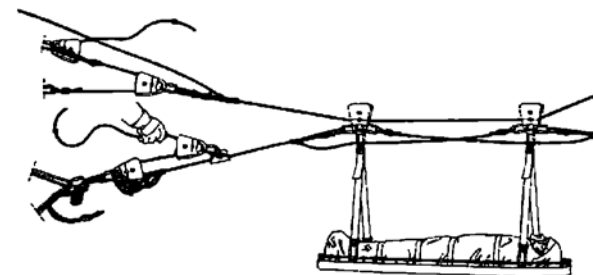

Рис. 16. Переправа пострадавшего по подвесной дороге
- регулируют скорость движения носилок вспомогательной веревкой с исходного пункта (рис. 16).